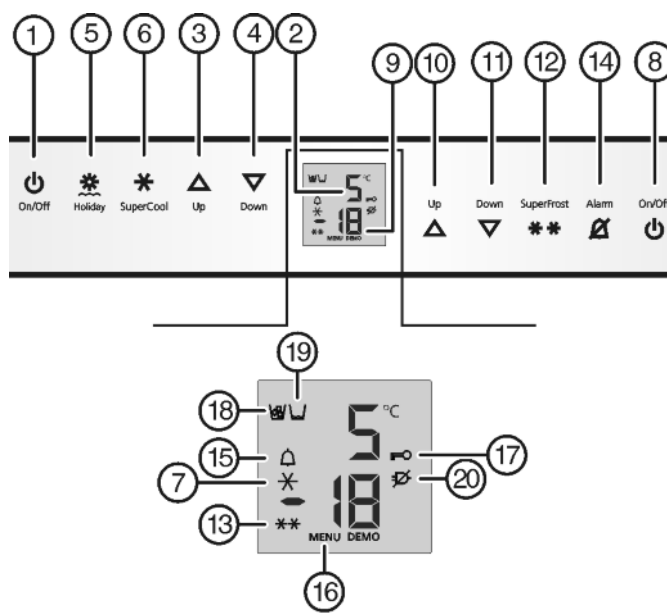

Fig. 2
- ▶ Toets On/Off vriesgedeelte *Fig. 2 (8)* indrukken.
- ▶ Toets On/Off koelgedeelte *Fig. 2 (1)* indrukken.
- ▶ Instelmodus activeren: toets SuperFrost *Fig. 2 (12)* ca. 5 s indrukken.
- ▷ Het symbool Menu *Fig. 2 (16)* is verlicht.
- ▶ Druk kort op de toets SuperFrost *Fig. 2 (12)* om te bevestigen.
- ▶ om de kinderbeveiliging in te schakelen, drukt u kort op de toets SuperFrost *Fig. 2 (12)*.
- ▷ Het symbool kinderbeveiliging *Fig. 2 (17)* brandt. Op de display knippert **c**.
- ▶ om de kinderbeveiliging uit te schakelen, drukt u kort op de toets SuperFrost *Fig. 2 (12)*.
- ▷ Het symbool Kinderbeveiliging *Fig. 2 (17)* dooft. Op de display knippert **c**.
- ▶ Instelmodus deactiveren: toets On/Off vriesgedeelte *Fig. 2 (8)* indrukken.
- ▶ Toets Alarm *Fig. 2 (14)* indrukken.
Tegelijkertijd knippen de temperatuurdisplay en het symbool Alarm *Fig. 2 (15)*.
Het akoestisch alarm stopt automatisch, het symbool Alarm *Fig. 2 (15)* gaat uit en de temperatuurdisplay houdt op met knipperen, wanneer de temperatuur weer laag genoeg is.